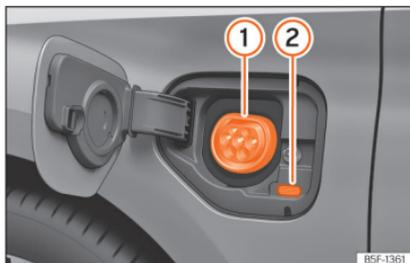

Fig. 215 Por trás da tampa de carregamento da bateria na parte dianteira esquerda: Tomada de carregamento
»» **Fig. 215**
- Com o veículo destrancado, ao pressionar a tampa de carregamento da bateria esta abre-se »» **Fig. 215.**